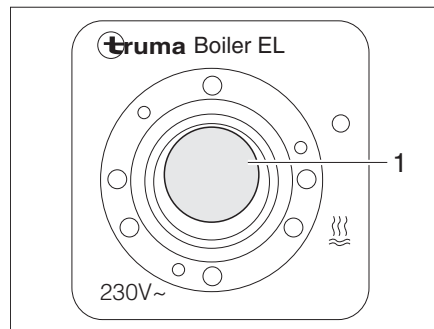

Fig. 125 Interruptor oscilante para la caldera Truma (funcionamiento con electricidad a 230 V)
- Conectar el interruptor oscilante (Fig. 125,1). La luz de control del interruptor se enciende. El agua de la caldera se calienta a 65 °C.
- Poner el interruptor oscilante (Fig. 125,1) en la posición "O". La luz de control del interruptor se apaga.
- En la unidad de mando (Fig. 124) poner el interruptor giratorio (Fig. 124,3) en "O" (Fig. 124,4) o poner el interruptor oscilante (Fig. 125,1) en "O".